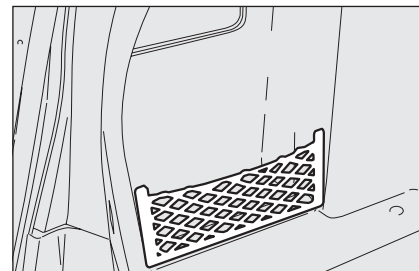

fig. 12
- **fig. 12** - versión sin tapa lateral